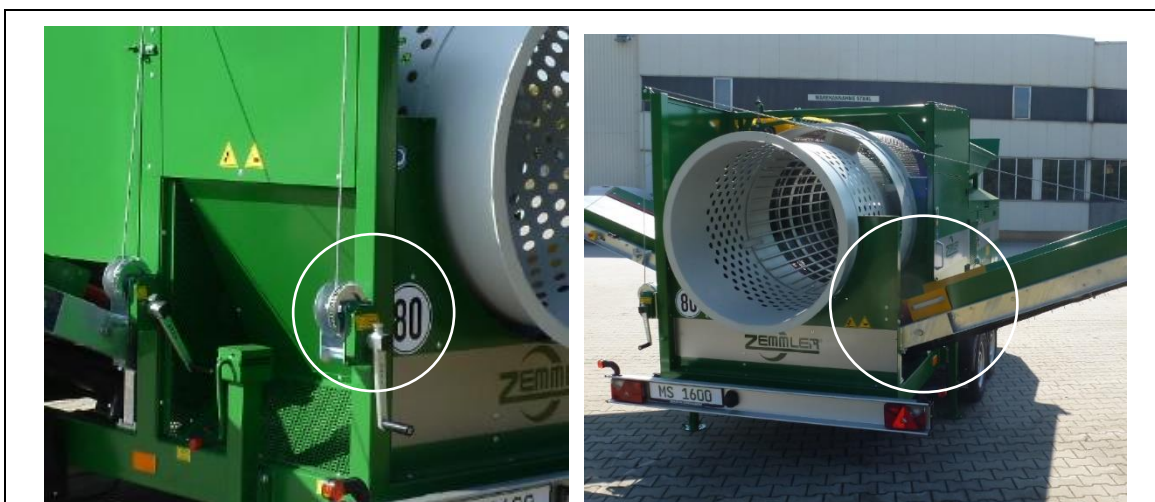

Bild 8-2: Vinsch och styrplåtar för det andra friktionsbandet
1. Sätt på veven på vinschen (Se bild 8-2 – vänster)
4. Efter utfällningen hängs de båda styrplåtarna fast i vridpunkten (se bild 8-2 – höger)
1. Innan den grova fraktionen fälls in ska de båda styrplåtarna vid vridpunkten hängas ut (se bild 8-2).
2. Sätt på veven på vinschen (Se bild 8-2 – vänster)